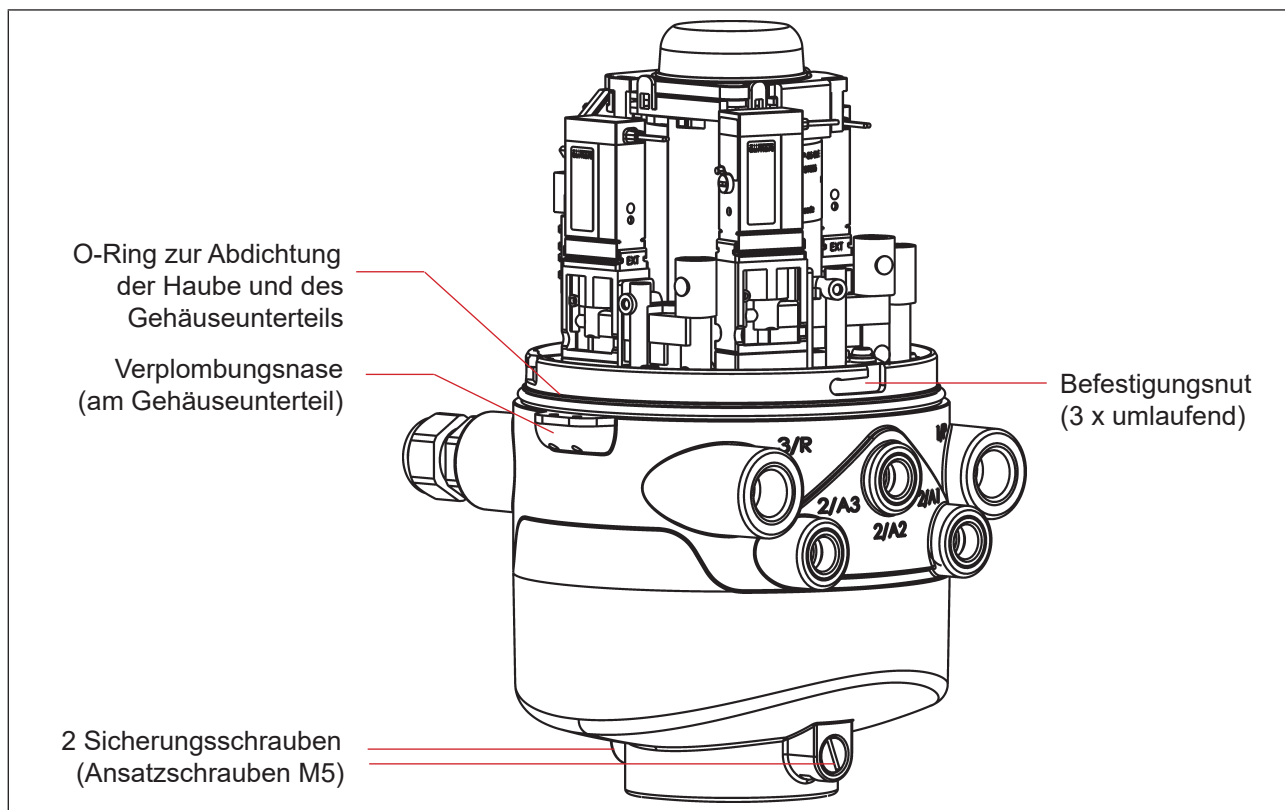

Abb. 16: Abdichtung und Verriegelung des Gehäuses
- Bleiplombe entfernen, wenn das Gehäuse an der Verplombungsnase gesichert ist – siehe „Abb. 16“.
Haube vollständig über den O-Ring des Unterteiles drücken – siehe auch „Abb. 16“.